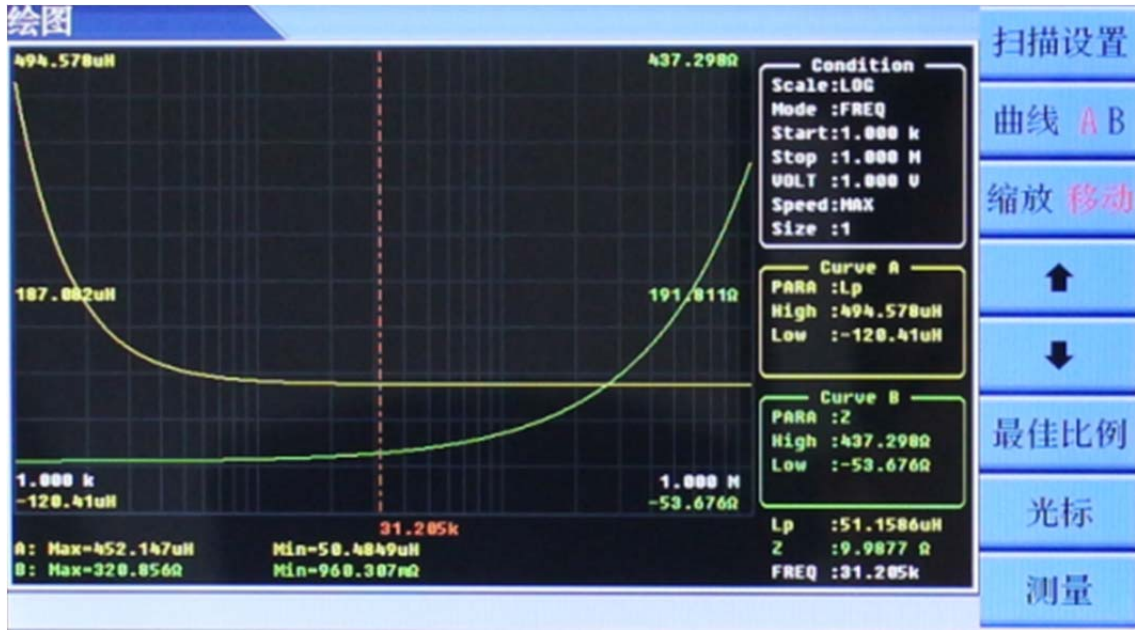

图 8-3
- (1) **曲线 A B** 选择待操作的曲线, 可选 A、B 或者 AB 同时选择。
- (2) **缩放 移动** 选择操作模式。
- (3) 选择**缩放** 可以放大缩小曲线, 选择**移动**, 可以上移或下移曲线。
- (4) **最佳比例** 可以曲线显示范围调正成最佳显示。
- (5) **光标** 选择光标显示或者隐藏, 如图 8-3: 按方向键移动光标可以看到每一个测试点的值。